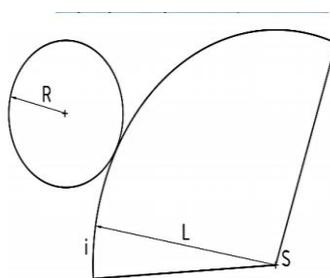

Рисунок 14 . Развертка конуса
- угол развертки боковой поверхности конуса определяется по формуле: $\alpha = (360 \times R) / L$, где **R** – радиус основания конуса, **L** – длина образующей конуса в любом месте на полученной дуге построить основание пирамиды с окружностью радиуса **R** (рис. 14).